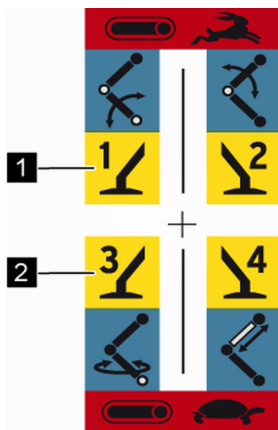

Fig. 49: Fonctions des appuis
3. → Avec le levier de présélection, sélectionner les appuis 1 et 2 (Voir la Fig. 49/1) ou 3 et 4 (Voir la Fig. 49/2).